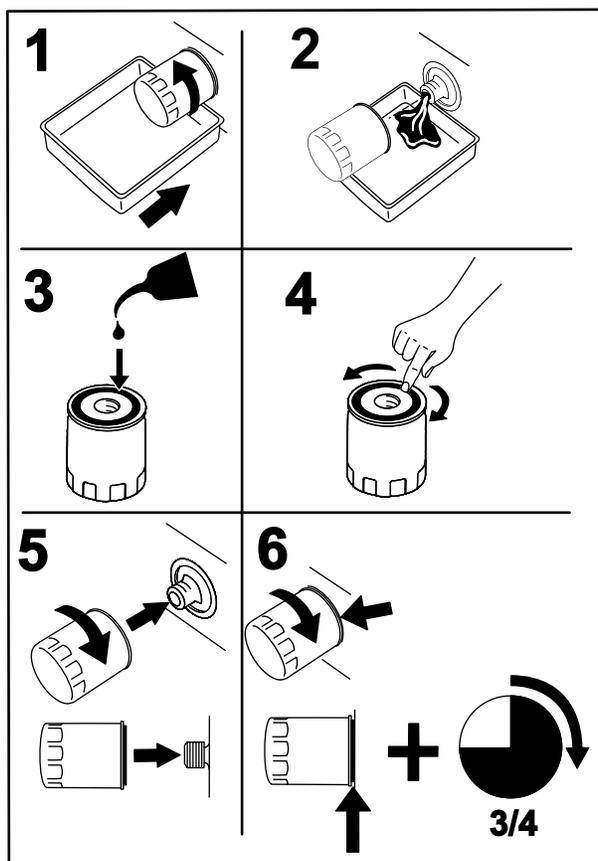

図 42
- 4. フィルタの下に廃油受けを置き、フィルタを左に回して外す 図 42。